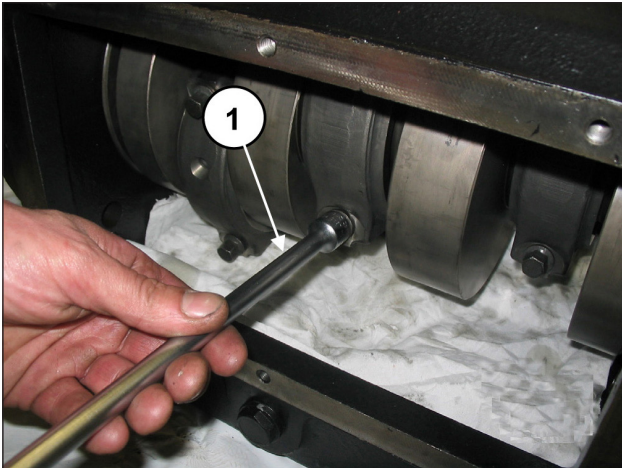

Abb. 23
Lösen Sie die Schrauben der Pleuelstange (Pos. ①, Abb. 23).